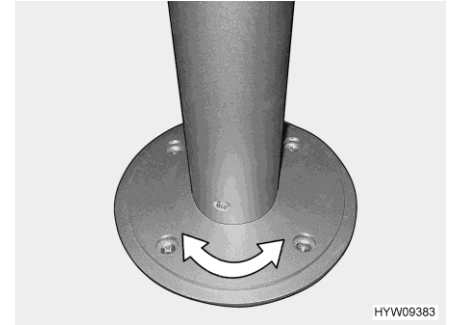

Fig. 91 Piede del tavolo a colonna (girevole)
- Ruotare il piano del tavolo nella posizione desiderata. A tale scopo occorre esercitare abbastanza forza, poiché il piano del tavolo ruota incontrando resistenza di attrito sul piede del tavolo a colonna (Fig. 91).